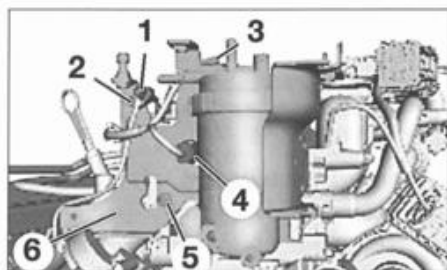

FIG. 36
- el tornillo de fijación (1) del conector eléctrico del cable (2) de bujías de precalentamiento y desmontarlo (fig. 36).